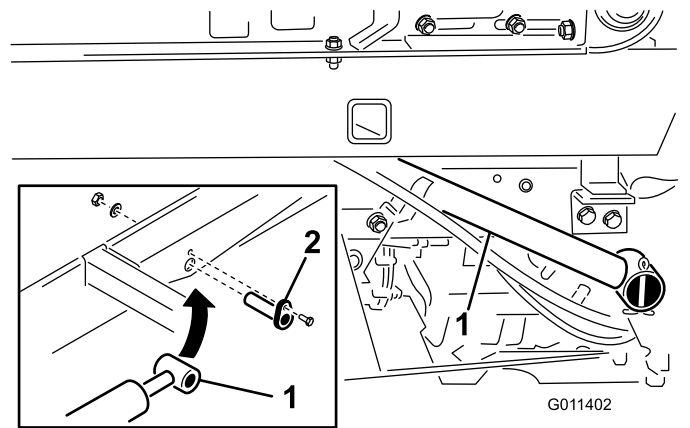

图11
1. 用保险销将各个提升油缸杆端固定到铺沙机底座上 图 11。
2. 用平头螺丝 1/4 x 3/4 英寸、扁平垫圈和螺母将各个保险销固定至铺沙机底座上 图 11。